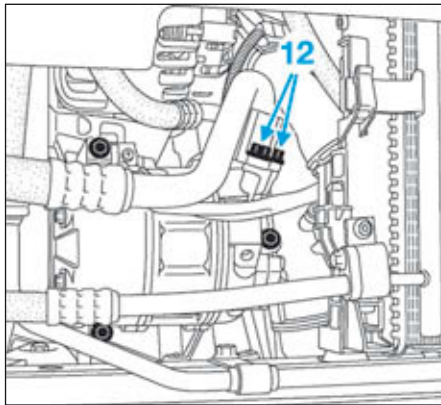

FIG.8
- Déposer les vis (12) (Fig.8) des tuyaux de climatisation sur le compresseur de climatisation.